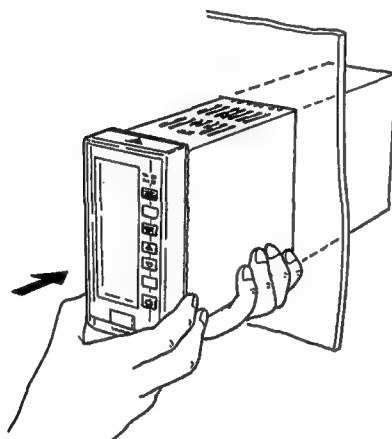

図3.1 パネルへの差し込み
- ① 同梱されているクランプ金具(2個)のネジを、あらかじめドライバで緩めます。
- ② 本体をパネル前面から差し込みます(図3.1参照)。